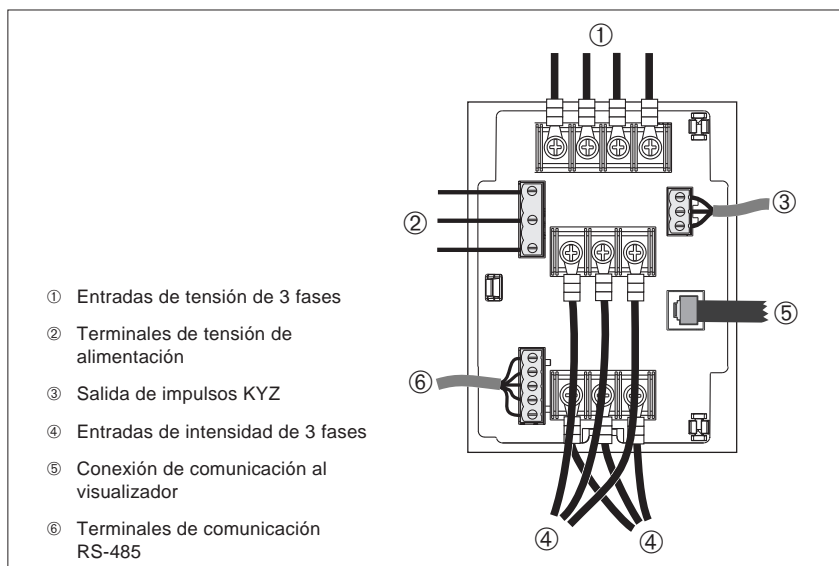

Figura 5-9: Cableado del Power Meter
La figura 5-9 muestra el cableado típico del módulo del Power Meter.
1. Retire 6 mm (0,25 pulg) de aislamiento en el extremo de todos los cables. Con una herramienta opresora adecuada, una los conectores tipo horquilla (incluidos con la tornillería) a los cables (de hasta 3,3 mm2 {12 AWG}) de entrada de tensión e intensidad, como se muestra en la figura 5-9.
2. Conecte los conectores de horquilla a los terminales de entrada de tensión de 3 fases (①, figura 5-9) y a los terminales de entrada de intensidad de 3 fases (④, figura 5-9). Apriete los tornillos del bloque de terminales a  $1,0 \text{ N}\cdot\text{m}$  (9 lb-pulg).
3. Inserte los cables de alimentación de  $2,08 \text{ mm}^2$  (14 AWG) en el bloque de terminales de tensión de alimentación, como se muestra en la figura 5-9. Obtenga la tensión de alimentación de una de estas fuentes: